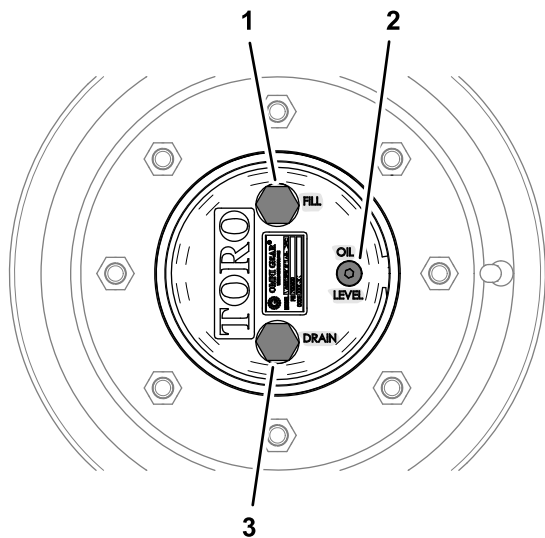

Figura 83
1. Con la macchina su una superficie pianeggiante, posizionate una ruota in modo che il tappo di riempimento si trovi nella posizione superiore (a ore 12) e il tappo di spurgo si trovi alla posizione inferiore (a ore 6) (Figura 83).
1. Con la macchina su una superficie piana, posizionate una ruota in modo che il tappo di riempimento si trovi nella posizione superiore (a ore 12) e il tappo di spurgo si trovi nella posizione inferiore (a ore 6); fate riferimento alla Figura 83 in Controllo del lubrificante per riduttori planetari \(pagina 68\).